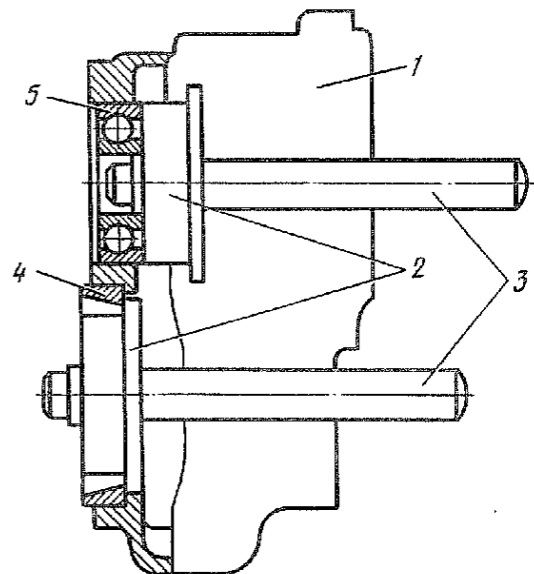

Рис. 168. Выпрессовка наружных подшипников колесного редуктора:
1.17. Выпрессовать наружное кольцо 4 (рис. 168) наружного подшипника вала ведомой шестерни и наружный подшипник 5 вала ведущей шестерни (молоток 500 г, оправка, ручка для оправок).